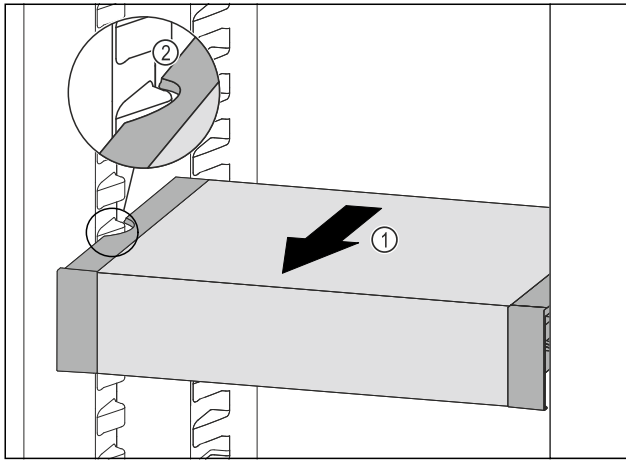

Fig. 200
- ▶ 向前拉动 VarioSafe Fig. 200 (1)，直至 VarioSafe 的侧部凹槽与冷藏区中的容器肋梁持平。 Fig. 200 (2)